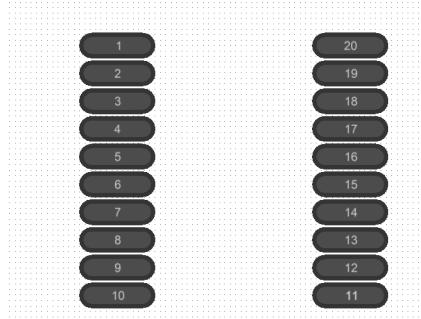
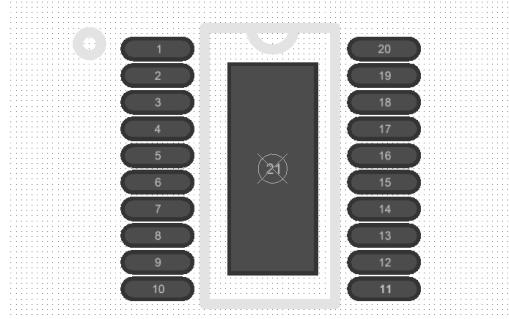

图 6-16 排列效果图
图 6-17 创建好的封装
- ③ 一般来说，结合使用上述两种方法可以达到快速创建的效果，排列效果图如图 6-16 所示。
- (8) 按照数据手册放置散热焊盘。
- (9) 按照数据手册，在丝印层绘制丝印本体，丝印线宽一般选择 5mil。
- (10) 放置 1 号管脚标识符号，定位元件原点（快捷键“EFC”）为中心点。
- (11) 核对以上参数即完成此 2D 封装的创建，如图 6-17 所示。